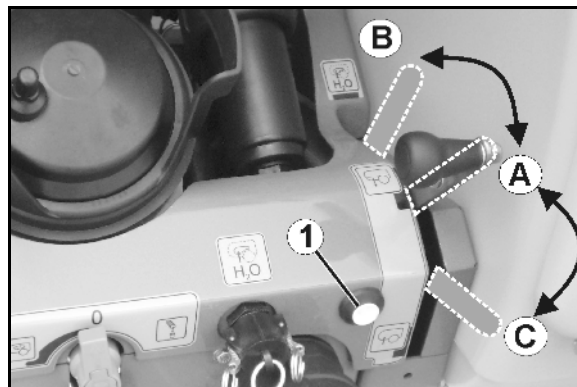

Fig. 73
- Commande à distance de passage de la position de pulvérisation (Fig. 73/A) en position de rinçage (Fig. 73/B).
- Passage de la position de remplissage (Fig. 73/C) à la position de pulvérisation (Fig. 73/A) via terminal de commande ou le tableau de commande (Fig. 73/1).